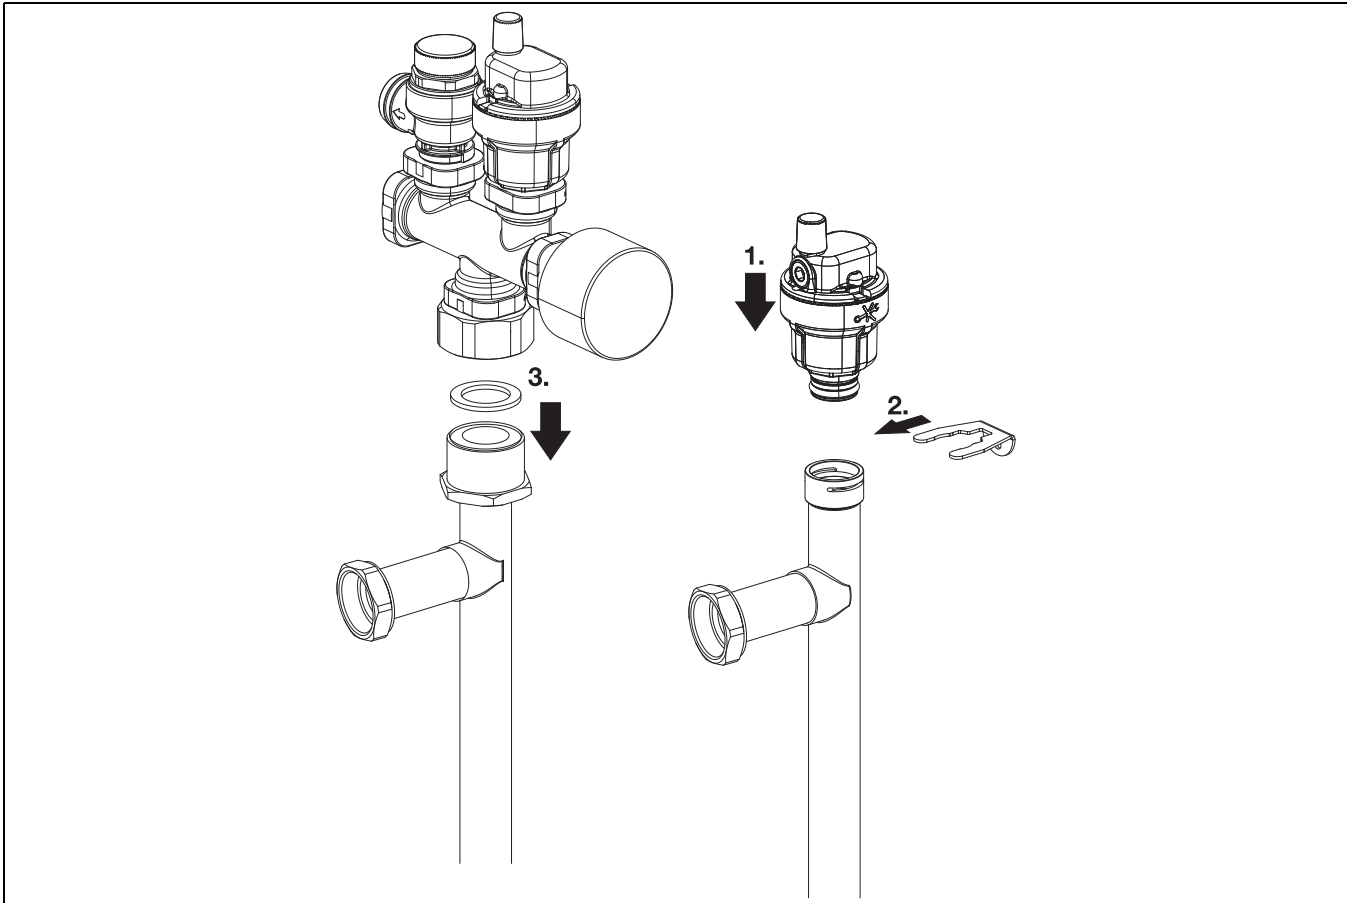

Bild 11 Sicherheitsgruppe und Entlüftungsventil
- Entlüftungsventil (→ siehe Abb. 11, [1]) in den Anschluss für Warmwassereintritt, und die Sicherheitsgruppe (→ siehe Abb. 11 [3]) in den Anschluss für Warmwasseraustritt installieren. Die Sicherheitsgruppe muss mit einem flachen Dichtring installiert werden.
- Die WW-Rohrleitungen der Inneneinheit und die Sicherheitsgruppe gemäß Abb. 11 installieren. Bei der Arbeit am unteren Anschluss können die Rohrleitungen zur gewünschten Seite gedreht werden.